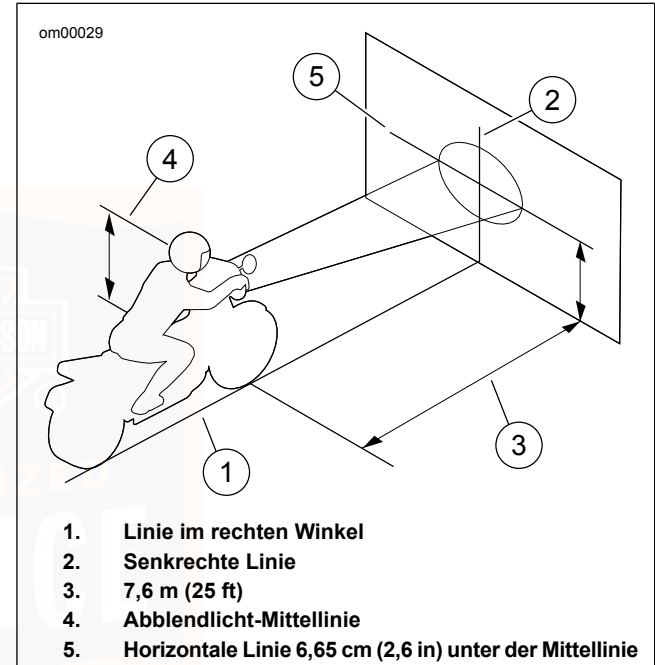

Abbildung 77. Prüfung der Scheinwerferausrichtung
- Siehe Abbildung 77. Das Motorrad auf einer Linie (1) im rechten Winkel zur Wand parken.